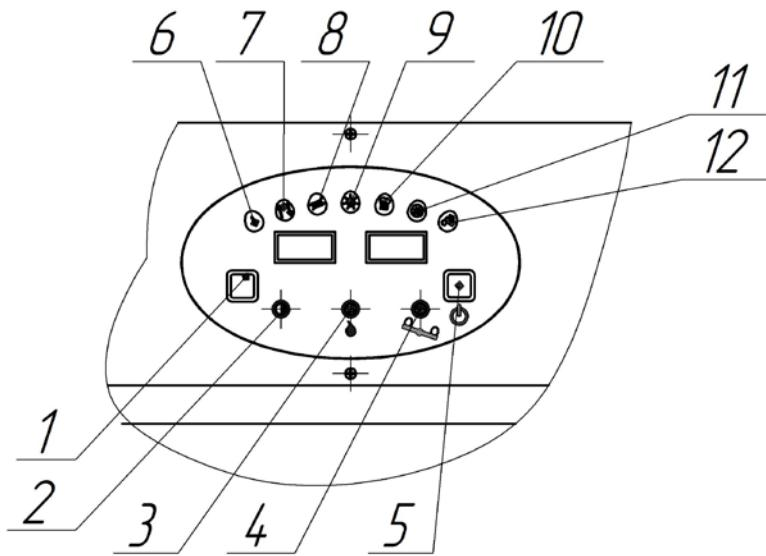

Рис. 7
1. Инкубатор полностью не работает, не включается световой сигнал, не работают двигатели вентилятора и поворота. Не горит лампа «замениТЬ предохранитель» (поз. 8 Рис. 7)
2. Инкубатор полностью не работает, не включается световой сигнал, не работают двигатели вентилятора и поворота. Горит лампа «заменить предохранитель» (поз. 8 Рис. 7)	Заменить предохранитель.